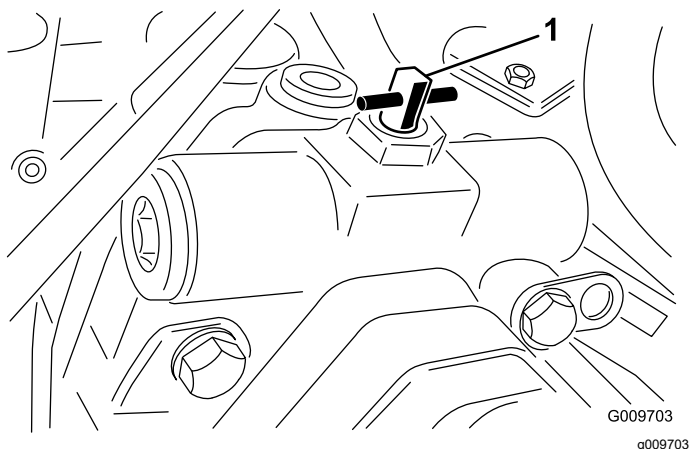

Figura 101
7. Abra la válvula de desvío de remolcado de la bomba de tracción girándola 90° (un cuarto de vuelta) en cualquier dirección /Figura 101).
2. Abra la válvula de desvío de remolcado de la bomba de tracción girándola 90° (un cuarto de vuelta) en cualquier dirección (Figura 101).